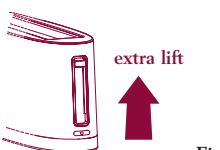

Fig. 7
- 5 Sortir le pain. Pour faciliter l'extraction du pain, soulever davantage le levier et le maintenir dans cette position pendant qu'on sort les tranches de pain (fonction EXTRA LIFT) (fig. 7).